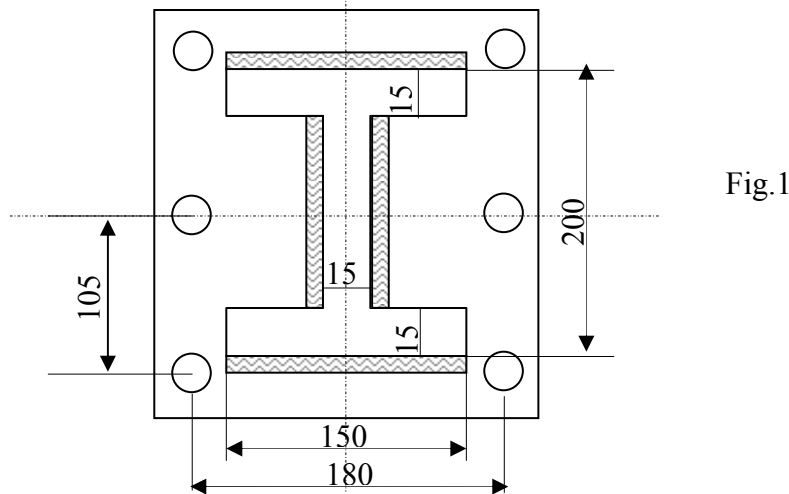

Fig.1
- 1) **(per chi deve fare solo il 3° compito)** Verificare la resistenza del giunto saldato di Fig.1 sotto l'azione di $N=60\text{kN}$ e $Mz=10\text{kNm}$ considerando la lunghezza efficace del cordone e sapendo che il cordone ha sezione triangolare di lato pari a 10mm, $\sigma_{amm}=235\text{MPa}$, i coefficienti della tensione ammissibile $f_1=0.85$, $f_2=1$.
- 2) **(per tutti)** Verificare inoltre la resistenza, a taglio e per attrito, del giunto bullonato di Fig.1 costituito da 6 bulloni M20 (sez.resistente= 245mm^2 , $\sigma_{amm}=373\text{MPa}$, $\tau_{amm}=264\text{MPa}$), sottoposto al carico riportato al punto 1), rispettivamente in assenza di precarico e con precarico di 85 kN e coefficiente d'attrito 0.3, la rigidità equivalente delle piastre è 5 volte quella del bullone.